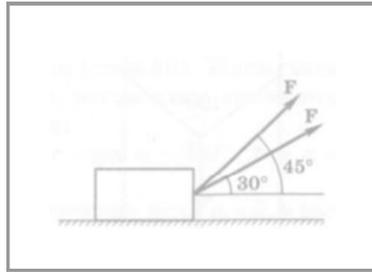

Рис. 13
4.1 Груз тянут за две веревки, образующие с направлением движения углы 45° и 30° (рис.13). Какую работу надо совершить для перемещения груза на 25 м, если к каждой веревке прикладывается постоянная сила $F = 200 \text{ Н}$.